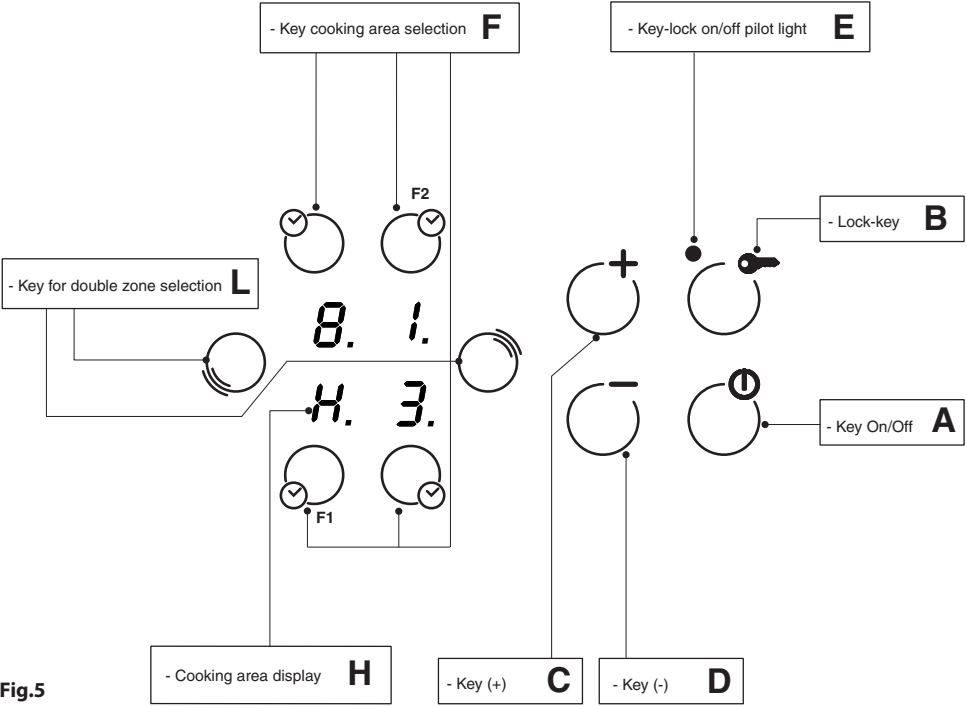

Fig.5
- Dans le cas où le plan est doté de plaques avec extension (fig. 5- 7-8) l'allumage de la seconde zone se fera après avoir vérifié que :
Timer (Fig.5).